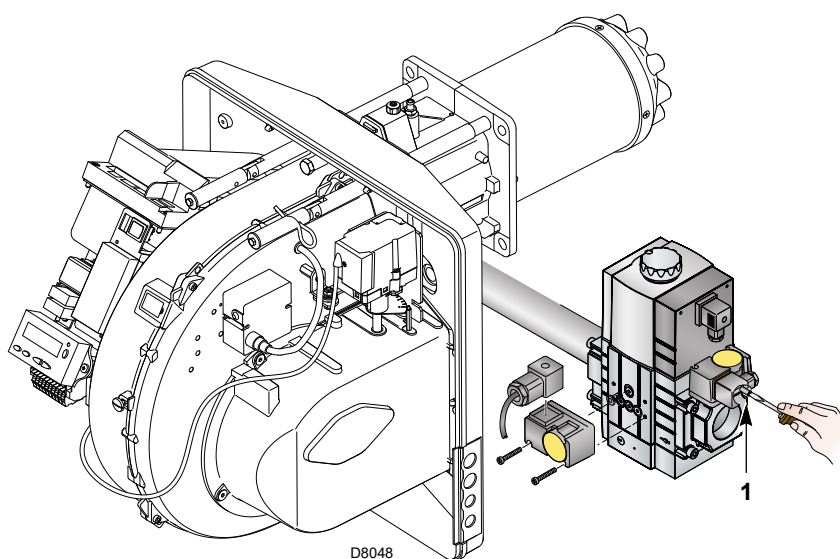

Fig. 25
- Controlar la presión de la alimentación de gas conectando un manómetro en la toma de presión 1 (Fig. 25) del presostato gas de mínima: debe ser inferior a la presión máxima permitida de la rampa de gas, que figura en la placa de características.
- Purgar el aire de la tubería de la rampa de gas conectando un tubo de plástico en la toma de presión 1 (Fig. 25) del presostato gas de mínima. Llevar hacia el exterior del edificio el tubo del purgado, hasta que se huele el gas.